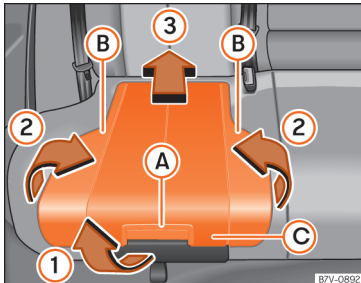

Abb. 32 Integrierter Kindersitz: Sitzpolster anheben.
- Sitzpolster am Entriegelungshebel »» **Abb. 32 A** in Pfeilrichtung »» **Abb. 32 1** nach vorn ziehen.
- Beide Seiten »» **Abb. 32 B** in Pfeilrichtung »» **Abb. 32 2** nach oben klappen.
- Sitzpolster »» **Abb. 32 C** in Pfeilrichtung »» **Abb. 32 3** nach hinten drücken, bis es einrastet.